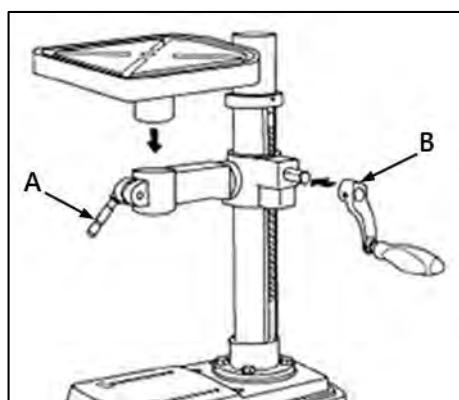

Рисунок 3.
Ослабьте рукоятку-фиксатор (A) положения рабочего стола (рис. 3). Вставьте рабочий стол в кронштейн, как показано на рисунке. Зафиксируйте его рукояткой (A).
Установите рукоятку (B) перемещения рабочего стола. Для перемещения стола вверх – ослабьте рукоятку-фиксатор 3 (рис. 1) и вращайте подъемный вал червячной передачи по часовой стрелке при помощи рукоятки перемещения стола, для перемещения вниз – вращайте рукоятку (B) (рис. 3) против часовой стрелки. После настройки нужного положения затяните рукоятку 3 (рис. 1).